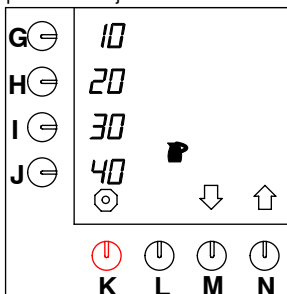

Fig. 27 Cambio de las teclas de selección preprogramadas para jarras
- Mantenga apretada la tecla de programación (N.)↑ hasta que en el display aparezca fig. 27.